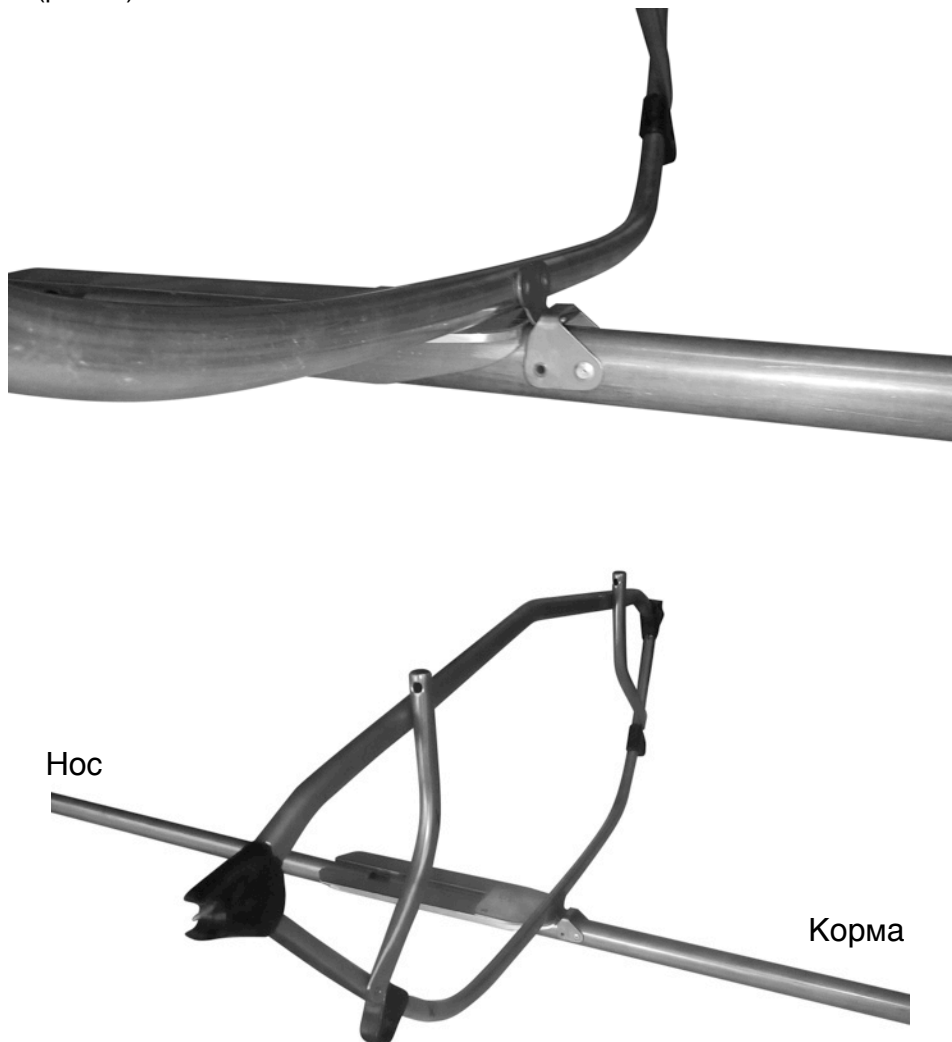

Рис.10. Установка шпангоута М над замком кильсона.
17. Установите шпангоут М с наружным крючком так, чтобы он запер замок кильсона, как показано на рис. 10, и закрепите на привальниках. Обратите внимание что пиллерсы шпангоута смотрят в сторону кормы (рис.10).